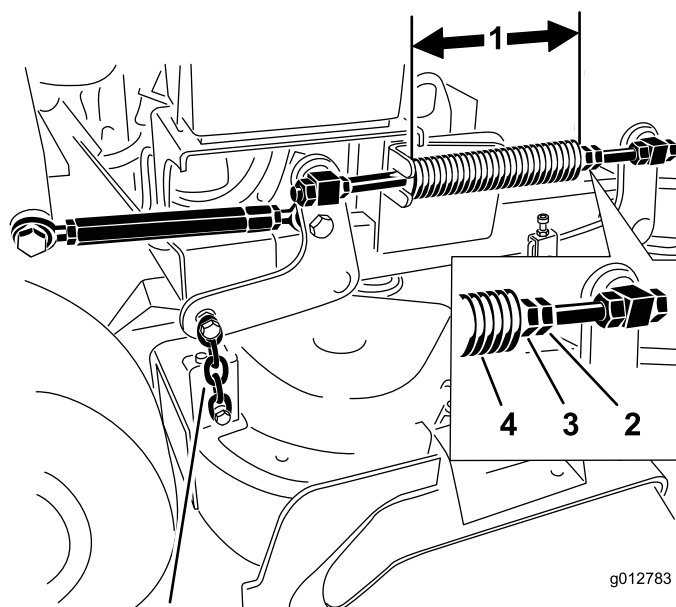

Figura 87
2. Compruebe la longitud del muelle de compresión. La longitud nominal es de 28,2 cm para carcassas de corte de 91 cm y 25,7 cm para carcassas de corte de 102 cm (Figura 87).
3. Ajuste esta distancia aflojando la contratuerca elástica y girando la tuerca que está delante de cada muelle (Figura 87).
4. Fije la tuerca en la posición deseada apretando la contratuerca elástica (Figura 87).